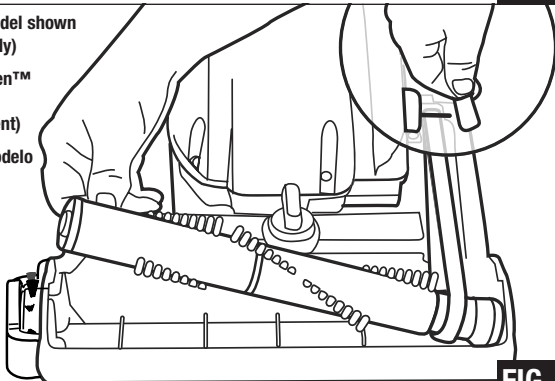

FIG. 24
- Step 4:** Lift right end of brushroll (FIG. 24).
Étape 4 : Soulever le droite gauche du rouleau-brosse (FIG. 24).
Paso 4: Levante el extremo derecho del cepillo circular (FIG. 24).